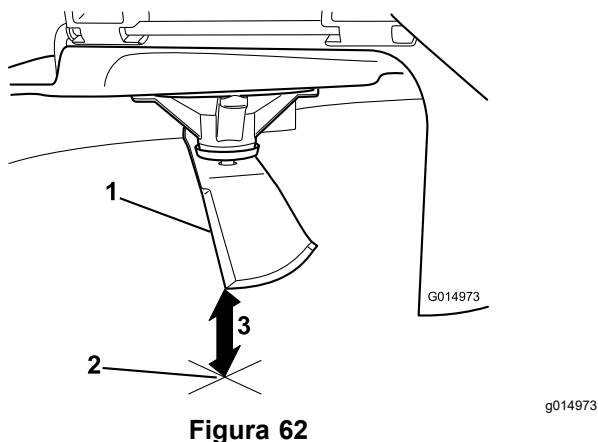

**Figura 61**
4. Rotiți aceeași lamă la 180 de grade, astfel încât marginea de tăiere opusă să se afle acum în aceeași poziție (Figura 61).